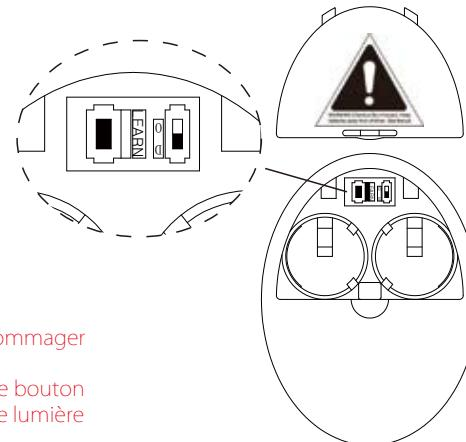

Fig. 19
## ACTIVATION DU PROCESSUS D'APPRENTISSAGE(Fig. 19)
2. Après l'installation est terminée, l'alimentation C.A. est allumé dans les 30 secondes, appuyez sur le bouton LEARN et maintenez-le enfoncé pendant 3 secondes. Le ventilateur s'allume à vitesse moyenne et la lumière (s'il est installé) s'allume. Ceci confirme que le réglage SMART SYNC est actif et OK (FIG. 19)
## INTERRUPEUR DE SELÉCTION DE LA FONCTION lumière (Fig19)